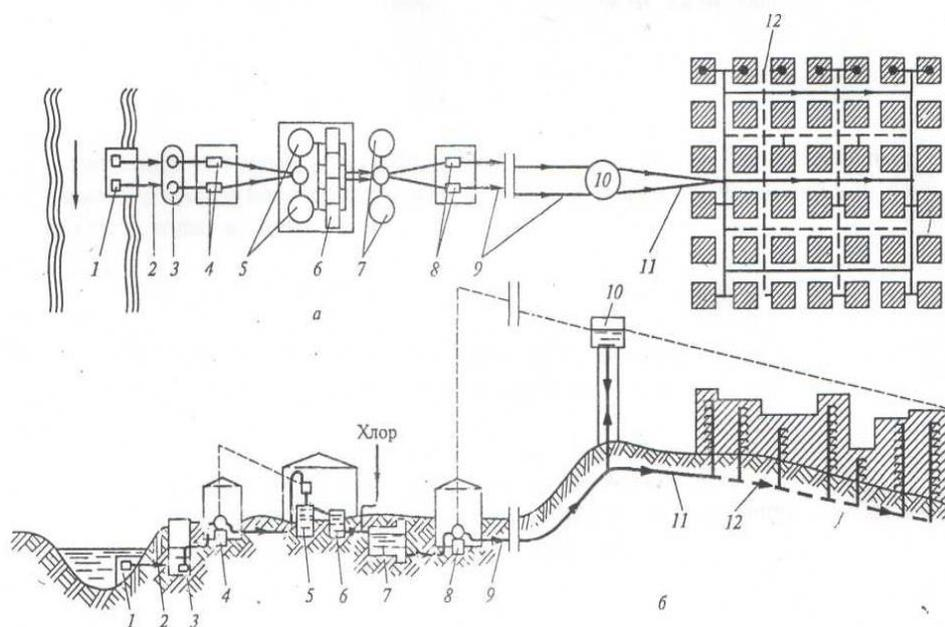

Рисунок 1. Схема водоснабжения населенного пункта:
4.1 В первой части работы выполнить схему водоснабжения населенного пункта на листе А-3 с указанием всех зданий и сооружений. Рисунок 1